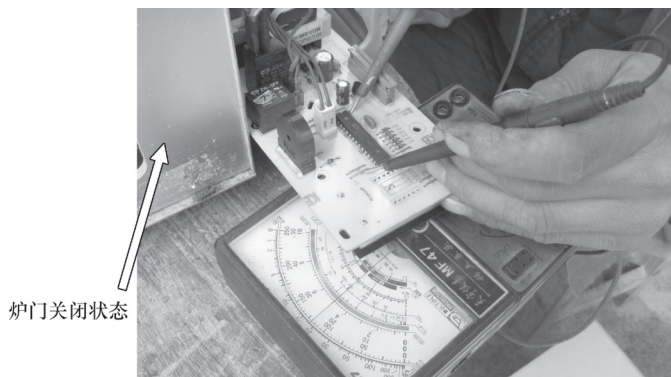

图 8-12 检查炉门关闭时电压
测量 CPU 的⑬脚炉门检测电压，如图 8-12 所示，炉门关闭时为 12V（应为 5V），炉门打开时为 7.23V（应为 0V）。